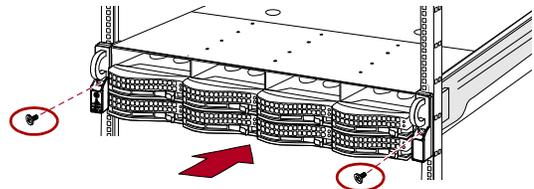

Рисунок 10. Крепление модуля расширения в стойке
5. С помощью **двух** входящих в комплект **шурупов** закрепите модуль расширения в стойке с двух сторон (Рис. 10).